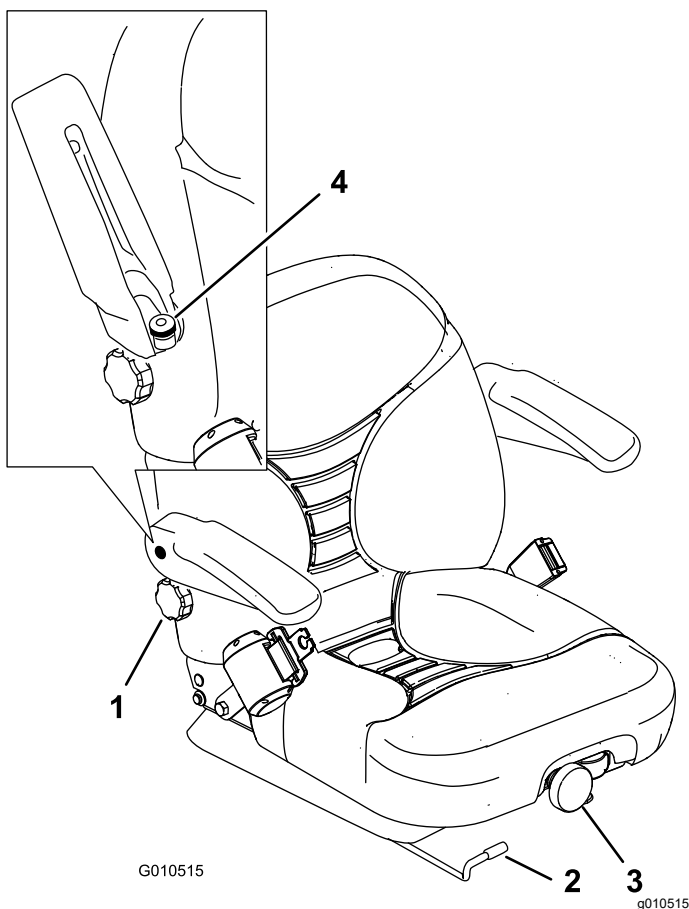

Figura 33
1. Mova a alavanca para o lado e desbloqueie o banco (Figura 33).
Para ajustar o banco, rode o botão numa das direções para proporcionar o máximo conforto (Figura 33).
Para ajustar novamente o banco, rode o botão, sob o apoio para o braço direito, numa das direções para proporcionar o máximo conforto (Figura 33).
Eleve o apoio dos braços e rode o botão numa das direções para proporcionar o máximo conforto (Figura 33).